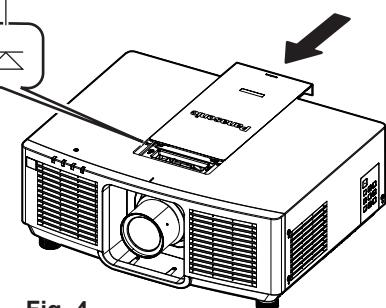

Fig. 4
- 5) **Collegare la copertura superiore scorrevole. (Fig. 4)**